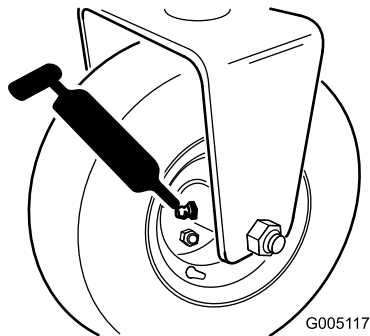

Figure 35
- Moyeu de rouleur arrière ou, si la machine est équipée d'un kit 3 roues motrices, embrayages à rouleau de roues arrière et roulement à billes extérieurs (1) (Figure 35)